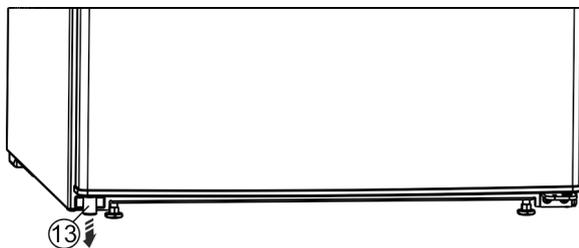

Fig. 11 *
- Estrarre il distanziatore Fig. 11 (13) dalla porta, in basso a sinistra.*